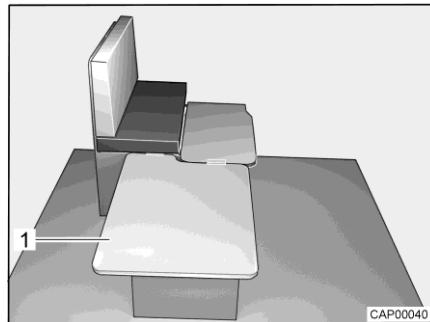

Fig. 33 Durante la trasformazione
- Agganciare la tavola di rinforzo (Fig. 33,1) lateralmente sui sedili e posizionarla sul tavolo.